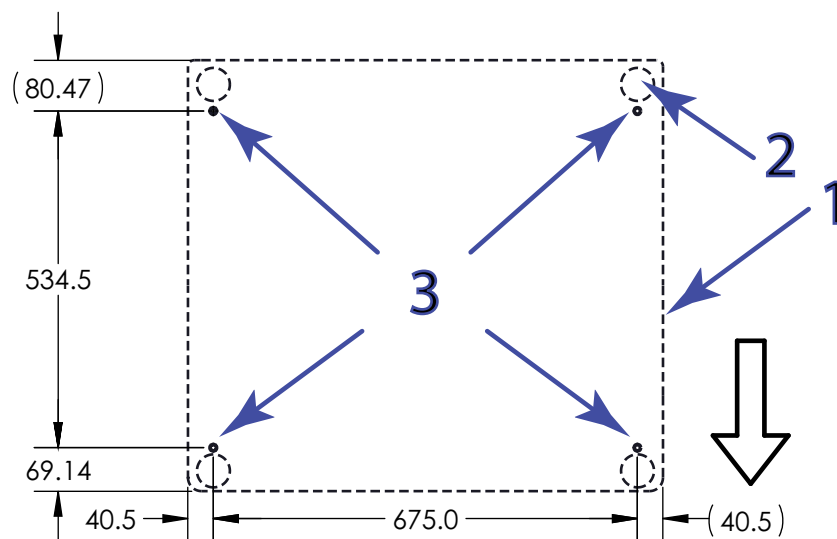

Figura 15. Ubicación de los puntos de anclaje en el bastidor de anchura normal (visto desde arriba)
Leyenda de la Figura 15 y la Figura 16
1. Consulte la Figura 15 en la página 71 (o la Figura 16 en la página 72 en el caso de bastidores de anchura adicional) y taladre los orificios en la mesa en las ubica-